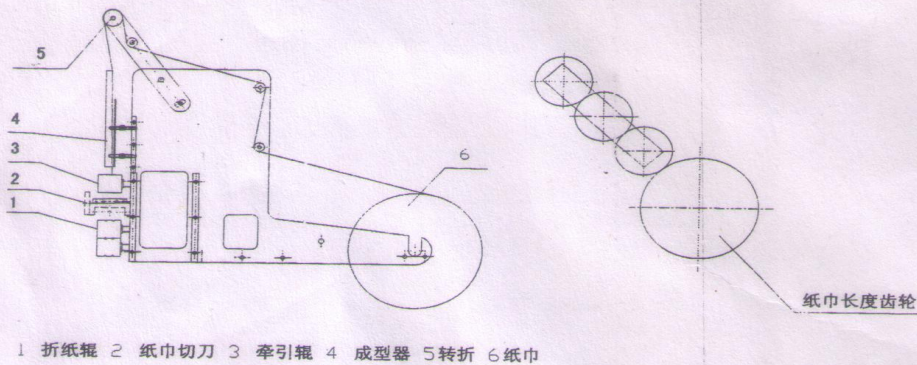

图 3
1) 纸巾通过导辊、牵引辊、成型器折成 2~8 折 (根据纸巾的宽度, 一般每折 30mm), 裁断后通过折纸辊折成 2~4 折充填至包装袋中。如纸巾折叠不对称, 可以横向移动纸卷的位置解决。如图 3 所示。
2) 要改变纸巾的长度要更换相应齿数的齿轮, 如图 3 所示。